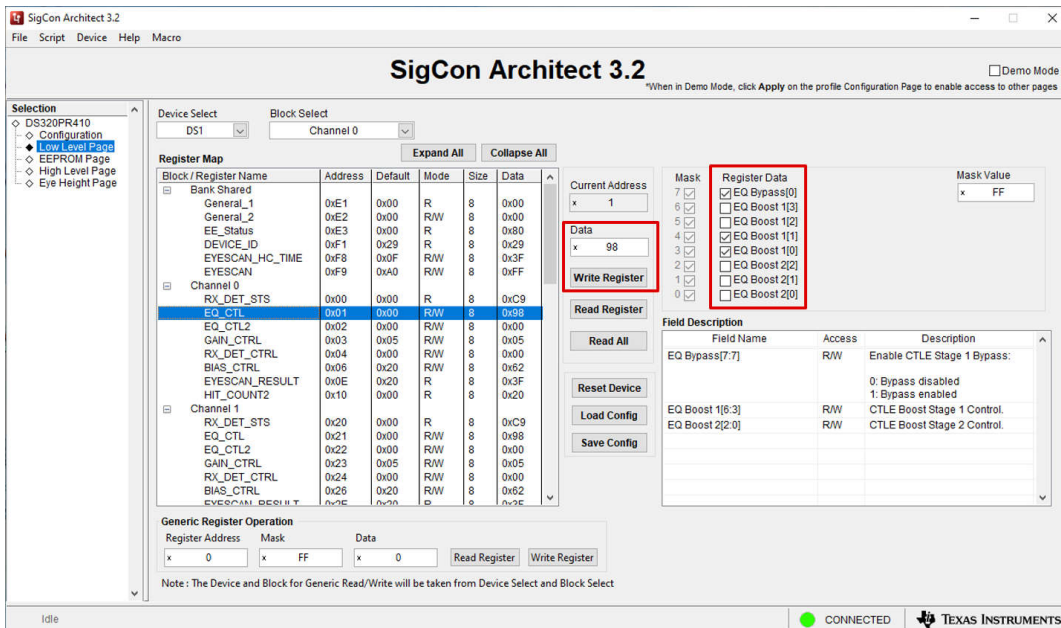

图 3-4. 底层页面：“Data”字段和“Write Register”按钮
4. 要对选择的寄存器进行写入，请选中或取消选中 **Register Data** 字段中的复选框，或者在 **Data** 字段中手动输入一个十六进制值。然后，点击 **Write Register** 按钮将指定的数据写入突出显示的器件寄存器。要验证是否已进行更改，请点击 **Read Register** 按钮。请注意，**Field Description** 表介绍了突出显示的寄存器中每个位的功能。图 3-4 展示了该字段和相关的按钮或复选按钮。